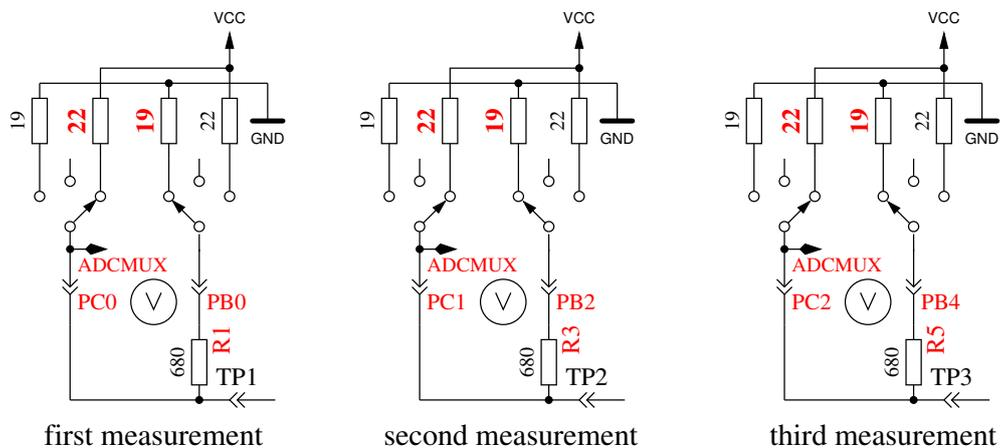

Abbildung 5.54: Messung des Innenwiderstandes des auf VCC geschalteten Port-C-Ausgängen.
9. **Messung des Innenwiderstandes von auf VCC geschalteten Port-Ausgängen.** Der benötigte Strom wird von auf GND geschalteten 680Ω-Widerständen geliefert. Es ist die gleiche Messung wie die in Test 8 zur anderen Seite, wie in Abbildung 5.54 gezeigt wird. Der Innenwiderstand wird wie folgt berechnet: Um den Strom zu berechnen: $(5001 - (\text{Ergebnis von Test 8}) - (\text{Ergebnis von Test 9})) / 680$. Die Widerstandswerte ergeben sich, wenn die gemessene Spannung durch diesen Strom dividiert wird. Das Ergebnis für diesen Test wird dann in Zeile 1 mit dem Text „RI_Hi=“ in Ω angezeigt, der Innenwiderstand zur GND-Seite wird in Zeile 2 mit dem Text „RI_Lo=“ angezeigt. Diese Werte werden ab Software-Version 1.06k bei jeder Messung neu bestimmt und hier nur dargestellt.